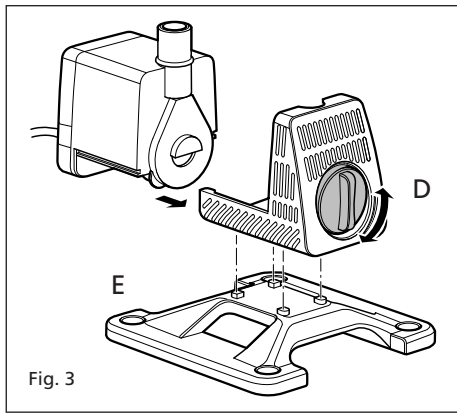

Fig. 3
В соответствии с Вашими потребностями регулировка выходного потока насоса может осуществляться посредством вращения регулятора расхода, который расположен в передней части насоса (См. Рис. 3 (D)).
предоставленных отверстий. Вдвиньте мотор на заднюю крышку/основание. Для повышенной устойчивости при использовании фонтанных насадок, прикрепите насос к отдельной плите основания. См. Рис. 3 (E). Эта плита может быть прикреплена к поверхности при помощи винтов через отверстия в каждом из углов плиты основания.